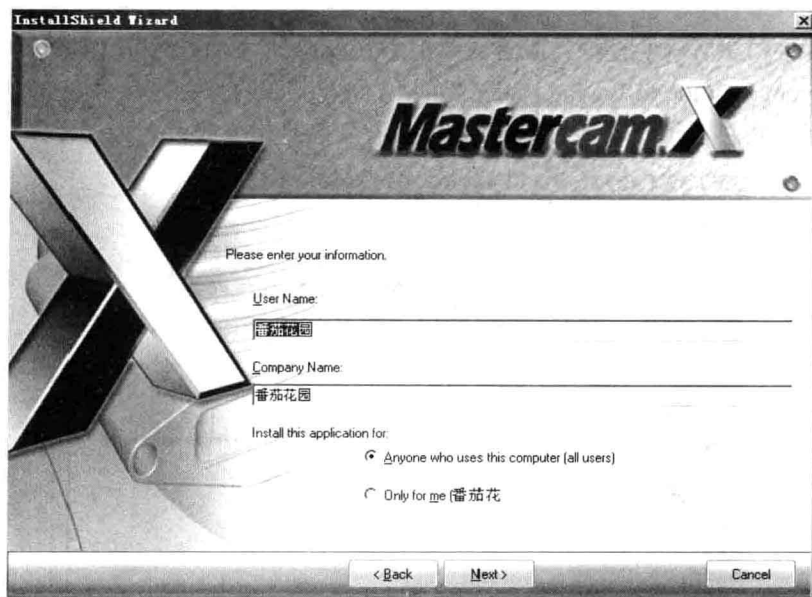
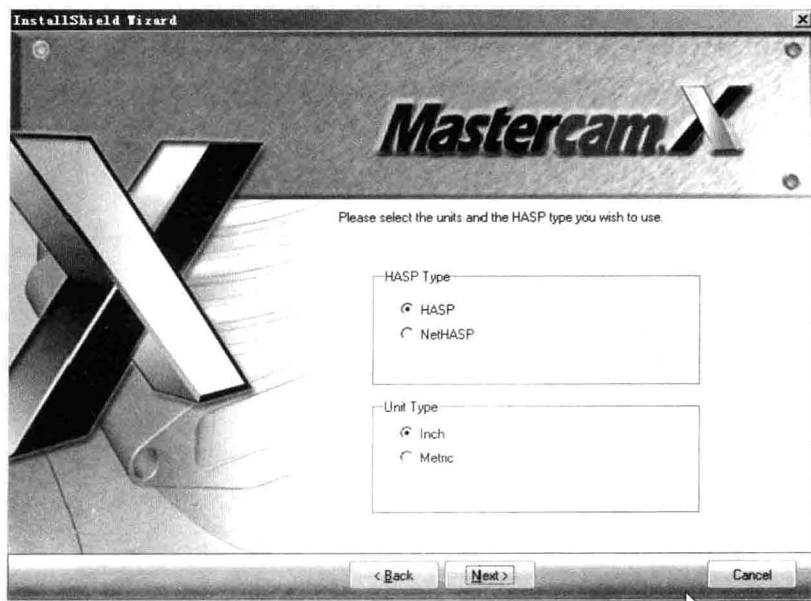
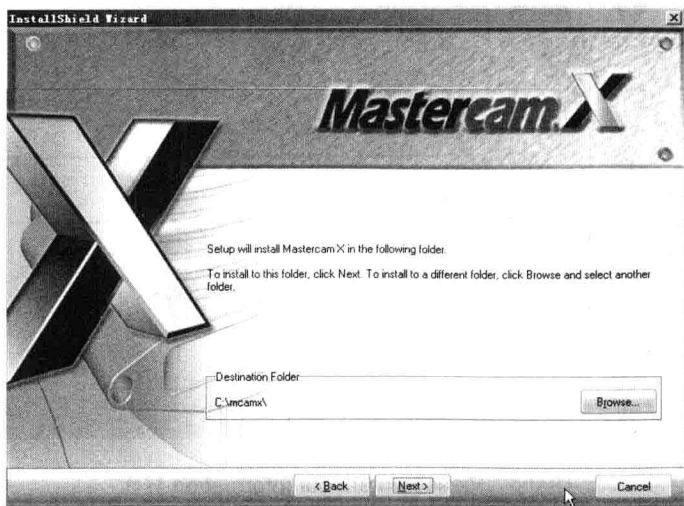

图 0.8 Please enter your information 界面
图 0.9 Please select the units and the HASP type you wish to use 界面
图 0.10 Setup will install Mastercam X in the following folder 界面
单选按钮，单击 Next 按钮，打开如图 0.8 所示的 Please enter your information 界面(填写个人信息栏)。
(9) 在如图 0.8 所示的 Please enter your information 界面中单击 Next 按钮，打开如图 0.9 所示的 Please select the units and the HASP type you wish to use 界面(设置系统的 HASP 和单位)。
(10) 当如图 0.9 所示的设置完成后, 单击 Next 按钮, 打开如图 0.10 所示的 Setup will install Mastercam X in the following folder 界面(文件安装目录的安装界面), 可以采用系统给出的默认目录, 也可以通过单击 Browse 按钮设置安装目录。